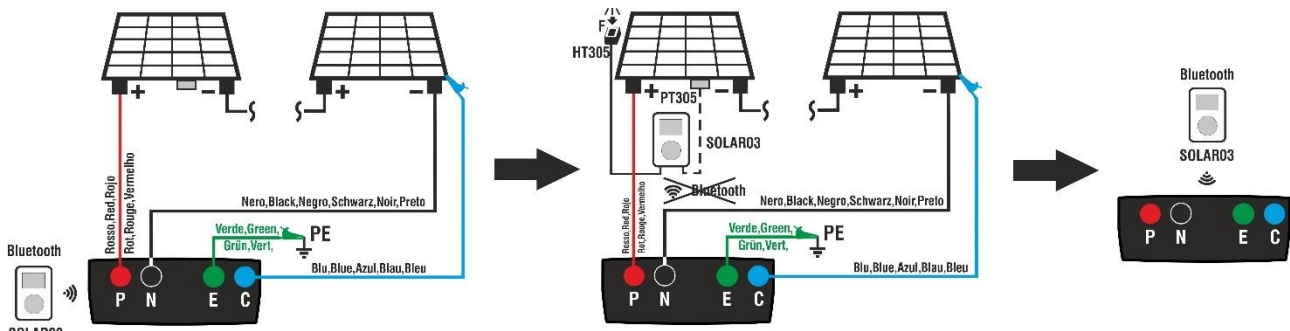
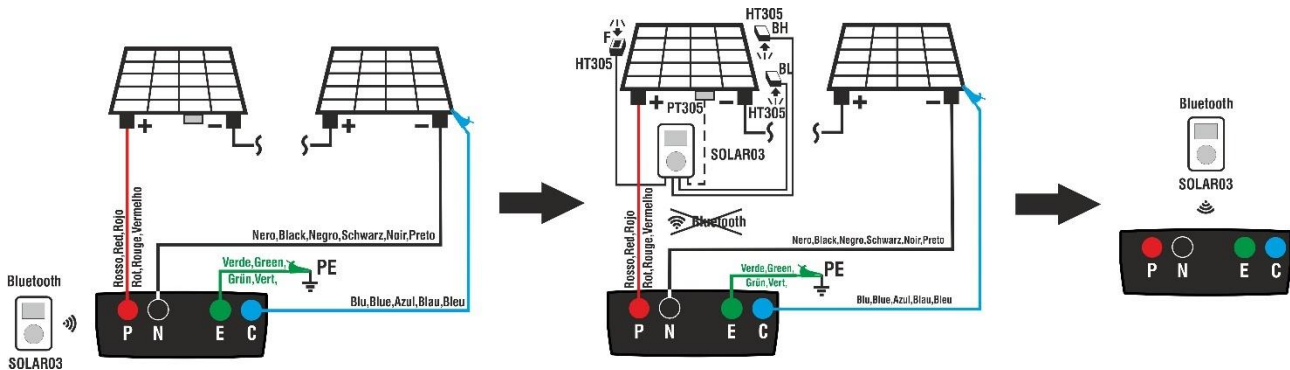

Fig. 12: Uso con SOLAR03 en registro síncrono en módulos Monofaciales
Fig. 13: Uso con SOLAR03 en registro síncrono en módulos Bifaciales
1. Conecte el instrumento al módulo/string en pruebas y eventualmente al nodo principal de tierra de la instalación y a las masas metálicas puestas a tierra como se muestra en Fig. 12 (módulos Monofaciales) o Fig. 13 (módulos Bifaciales). En particular:
- **En el caso de módulos Bifaciales** → posicione las **3 células de referencia HT305** sobre el plano frontal del módulo (**F**), sobre la parte superior trasera (**BH=BackHigh**) y sobre la parte inferior trasera (**BL=BackLow**) del módulo. Conecte la célula de referencia frontal (F) en la entrada “**INP1**”, la célula de referencia BH en la entrada “**INP2**”, la célula de referencia BL en la entrada “**INP3**” y **eventualmente** la sonda de temperatura **PT305** en la entrada “**INP4**” de la unidad remota. De acuerdo con la norma IEC/EN60904-1-2, el instrumento calcula el valor de irradiancia frontal equivalente (Irr_{eq}) que corresponde a la irradiancia en el plano frontal produciendo los mismos efectos que la irradiancia detectada en ambas caras teniendo en cuenta el coeficiente de bifacialidad (φ) del módulo según la siguiente relación:
3. Acerque la unidad remota SOLAR03 al instrumento como se muestra en la Fig. 12 o Fig. 13 – parte izquierda
6. Sitúe la unidad remota en cercanía de los módulos y conecte las sondas de irradiación/temperatura como se muestra en la Fig. 12 o Fig. 13 – parte central. **Habiendo ya iniciado el registro sobre la unidad remota SOLAR03 no es necesario mantener la conexión Bluetooth.** El conexionado (si es posible) permitirá solamente poder tener inmediatamente el resultado de la prueba sin esperar a terminar la sesión de medidas
16. Al término de la sesión de pruebas, desconecte la unidad remota SOLAR03, sitúela en proximidad del instrumento (ver la Fig. 12 o Fig. 13 – parte derecha) y verifique que la conexión con el instrumento esté nuevamente activa (símbolo "☒" encendido de forma fija en el visualizador de la unidad remota)